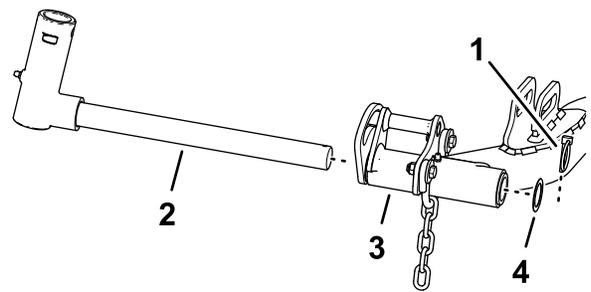

図 17
- ピボットヨークをリフトアームに固定している リンチピン と ワッシャー を取り外し、リフトアームからシャフトを外す (図 17)。